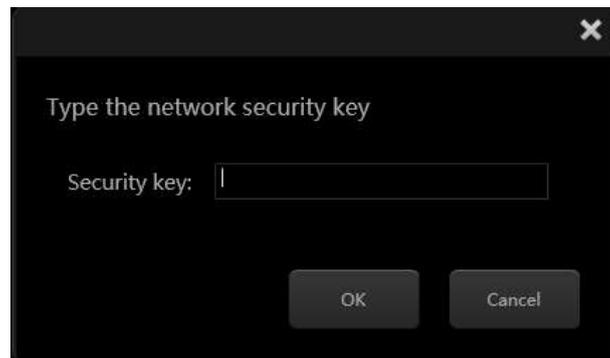

Fig.4-8
- 3) Toque no botão **Conectar** para abrir a caixa de prompt para inserir a chave de segurança Wi-Fi, conforme mostrado na Fig. 4-8. Digite a chave, toque **em** OK e aguarde a conexão.